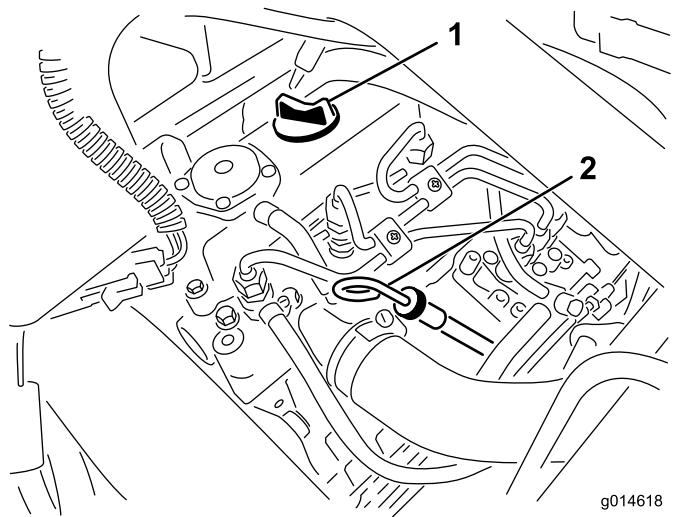

Figura 21
2. Retire la varilla y límpielo con un paño limpio (Figura 21).